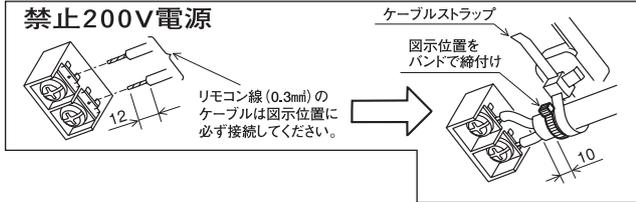

図2)
- *1: 下図は、内外接続線(AC200V仕様)が電源と信号の重畳方式の配線図を示します。内外別受電方式の工事をした場合は、図2になります。本機の電源方式については、電気配線工事の際に貼り付ける注意ラベル(付属品同梱)を参照してください。